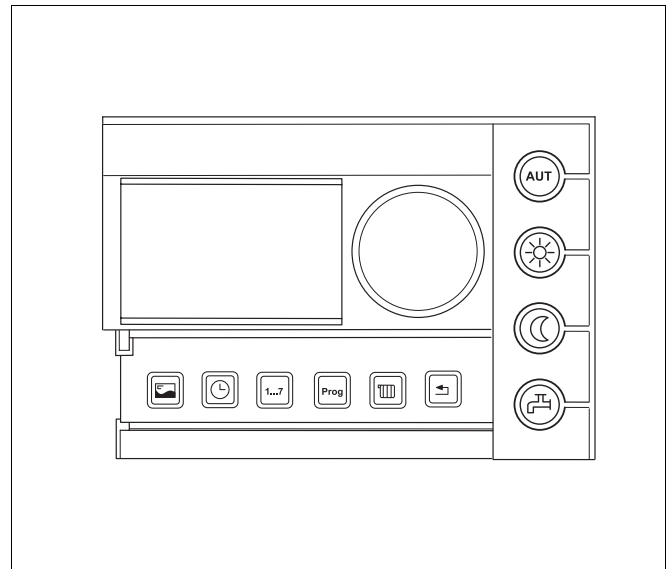

Bild 7 Bedieneinheit RC30 (mit geöffneter Klappe)
- ▶ Nehmen Sie die Einstellungen an der Bedieneinheit RC30 (Bild 7) vor. Wir empfehlen, dass Sie folgendes prüfen bzw. einstellen: